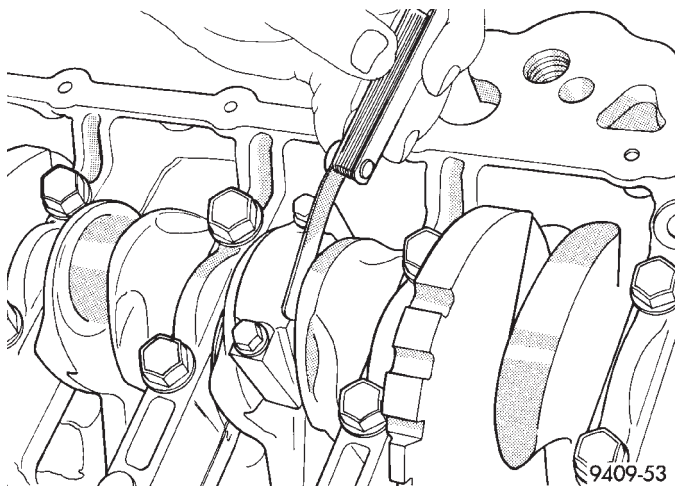

Abb. 86 Seitenspiel des Pleuels prüfen
(9) Schrauben mit einem Anzugsmoment von 27 N·m (20 ft. lbs) PLUS 1/4 Umdrehung festziehen.
(10) Mit Fühlerlehre Axialspiel des Pleuels prüfen (Abb. 86).